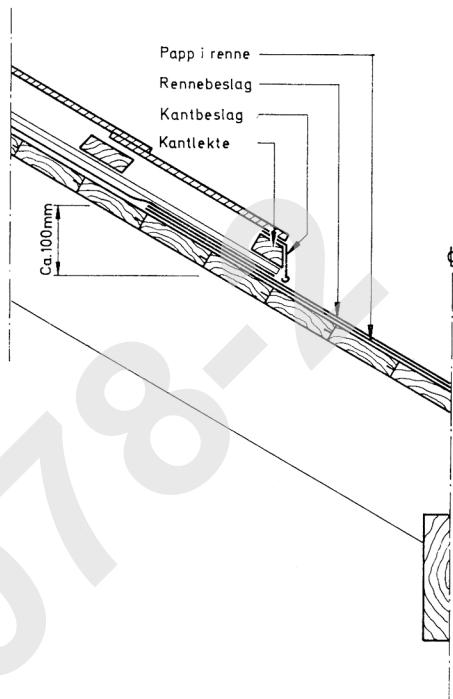

Fig. 26.3
- .3 Vinkelrenne i plan med bordtaket er mindre arbeidskrevende. Rennen lages av forsinkede stålplater som føres opp under papp og lekter for steinen, fig. 26.3.